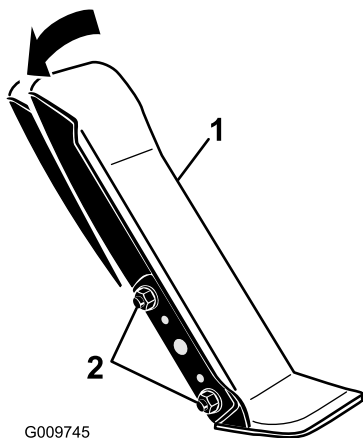

Figura 114
1. Desaperte as 2 porcas e parafusos que fixam o lado esquerdo do pedal de tração ao suporte (Figura 114).
2. Rodar o pedal para o ângulo de funcionamento pretendido e apertar as porcas (Figura 114).